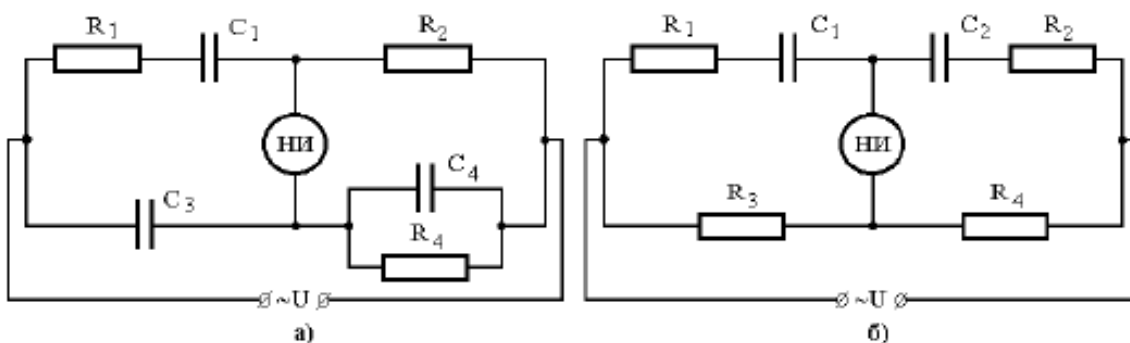

Рис.4. Мостовые схемы для измерения емкостей конденсаторов с потерями
4. Мостовые схемы, предназначенные для измерения емкостей C_1 конденсаторов с потерями (потери учитываются сопротивлениями R_1) уравновешены. Записать условие равновесия и определить параметры R_1 , C_1 и $\text{tg } \delta_1$, где δ_1 – угол диэлектрических потерь конденсаторов C_1 . Расчеты выполнить при условии, что конденсаторы C_2 , C_3 и C_4 не имеют потерь, мостовая схема питается переменным напряжением с частотой $f=50\text{ Гц}$ (рис.4а) и $f=0,5\text{кГц}$ (рис.4б).